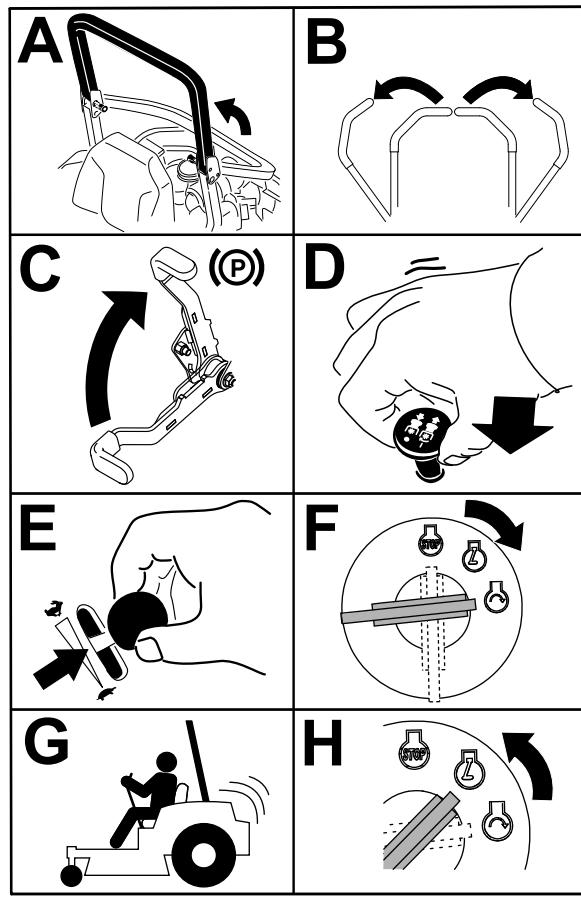

Bild 22
- Stellen Sie den Zapfwellenantriebsschalter in die Aus-Stellung (**Bild 22**).